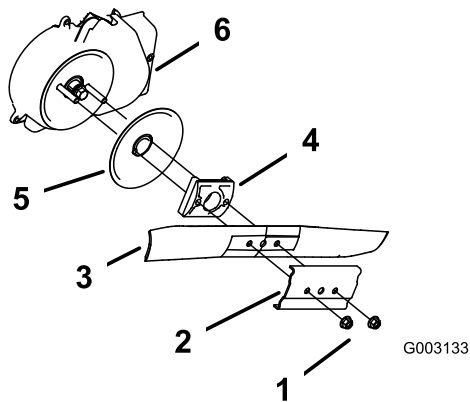

図 35
3. ブレードナット2個とスティフナを取り外す **図 35**。
4. ブレードを取り外す 図 35。
5. ブレードドライバとディスクを取り外す 図 35。
6. ブレードブレーキのクラッチのシールドを外す 図 35。
10. ブレードとスティフナを元通りに取り付ける 図 35。